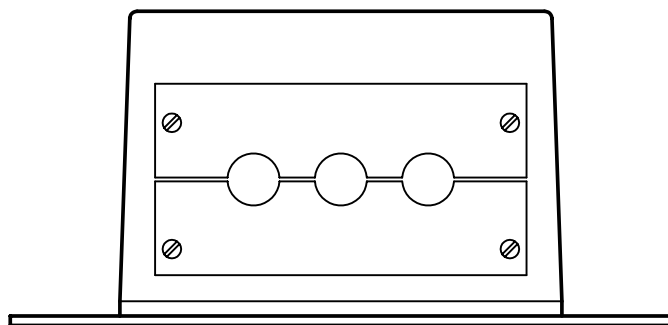
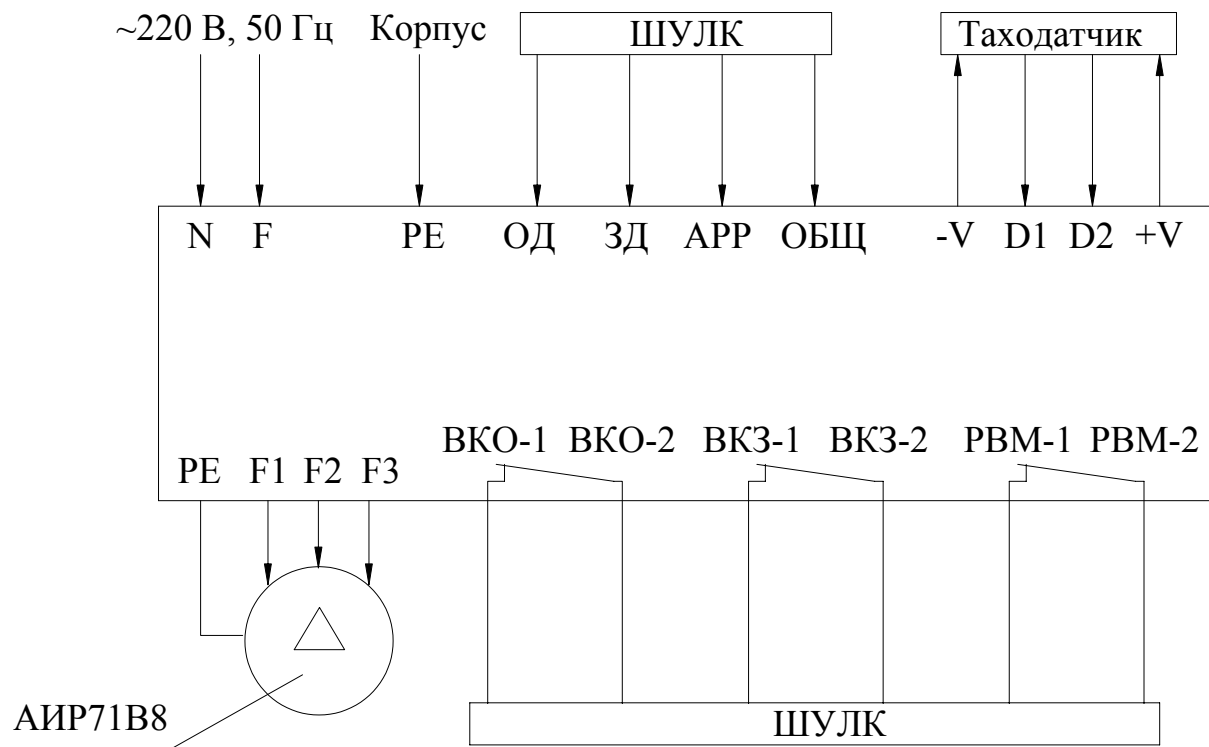
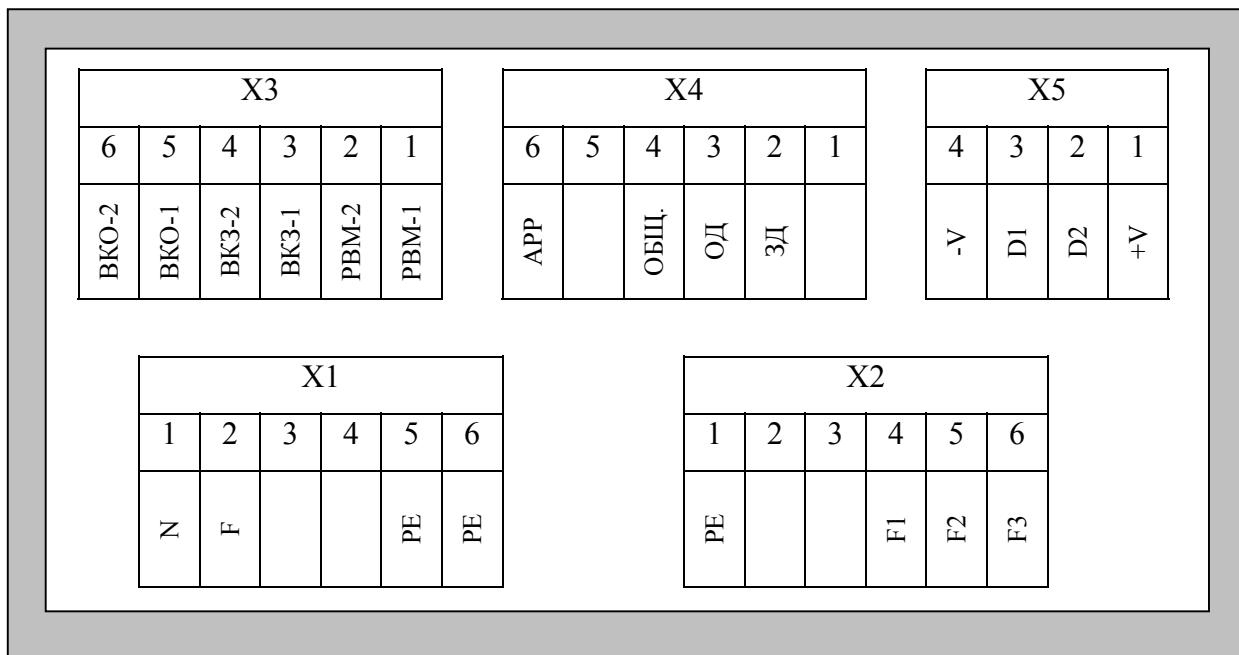

Рис.1. Габаритно-присоединительные размеры *Устройства*.
Рис.2. Блок-схема подключения внешних контактов БУАД-4-28.
Рис. 3. Схема подключения внешних контактов БУАД-4-28.
Габаритно-присоединительные размеры *Устройства* приведены на **рис.1**.
На **рис.2** показана блок-схема подключения внешних контактов *Устройства*. На **рис.3** показаны и подписаны отдельные контакты каждого из разъемов *Устройства*.
3.4.1. Внешние контакты для станции ШУЛК (см. рис. 2, 3):
Узел подключения внешних коммуникаций состоит из заглушки для крепления пластмассовых или металлических рукавов (**рис.1, вид А**) и разъемов для подсоединения шин сетевого питания, цепей выходных напряжений для электродвигателя, цепей управления работой устройства, цепей подключения таходатчика (**рис.2, 3**).